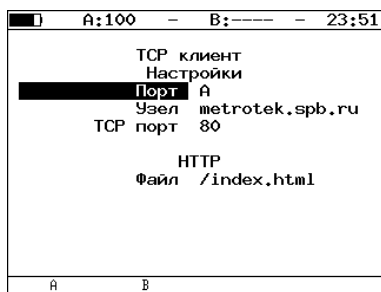

Рис. 7.77. Настройки теста «ТСП-клиент»
1. В окне настроек теста в поле «Файл» (см. рис. 7.77) указать имя запрашиваемого файла.